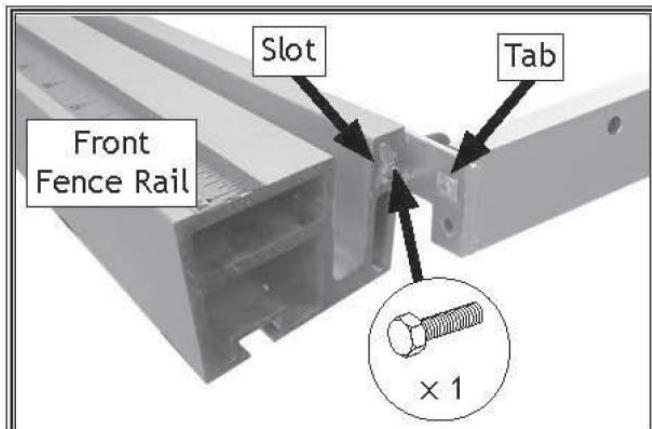

Рисунок 32. Крепление переднего конца направляющей параллельного упора
29. Вставьте (1) болт с шестигранной головкой M8-1.25 x 16 в передний конец скобы параллельного упора, затем вставьте шестигранную головку и язычок скобы в прорезь в передней направляющей упора (см. рисунок 32). Затяните винт и шестигранную гайку на заднем конце рельсовой скобы ограждения.